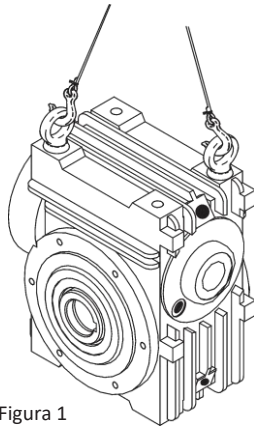

Figura 1
- Los reductores deben moverse con el tornillo de suspensión como se muestra en la figura 1.